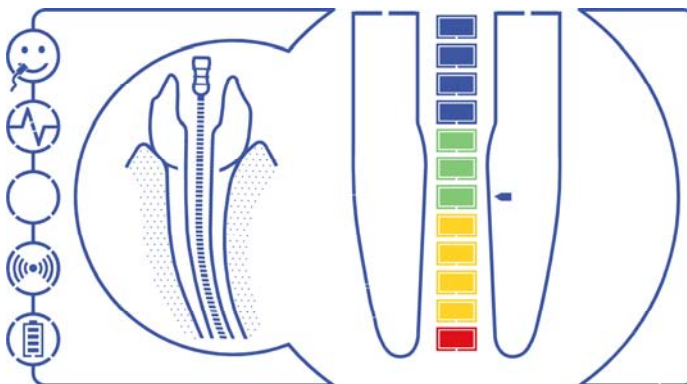

Fig. 13
- Appuyez et maintenez la touche **MODE** pendant 1 seconde environ, jusqu'à ce qu'un signal sonore supplémentaire retentisse. Sur le côté droit de l'APEX ZOOM la position sélectionnée de l'Apex Virtuel est marquée par une flèche (Fig. 13).